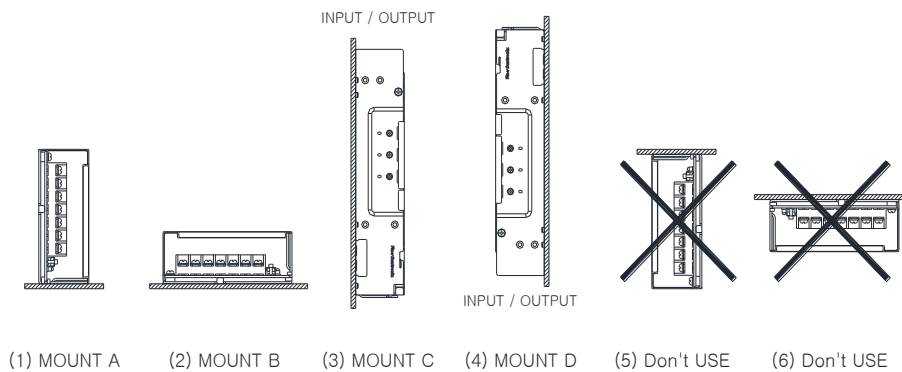

Fig 5. 기본 실장법
- 통풍을 고려하여 Fig 5와 같이 배치 및 실장을 하여 주십시오.